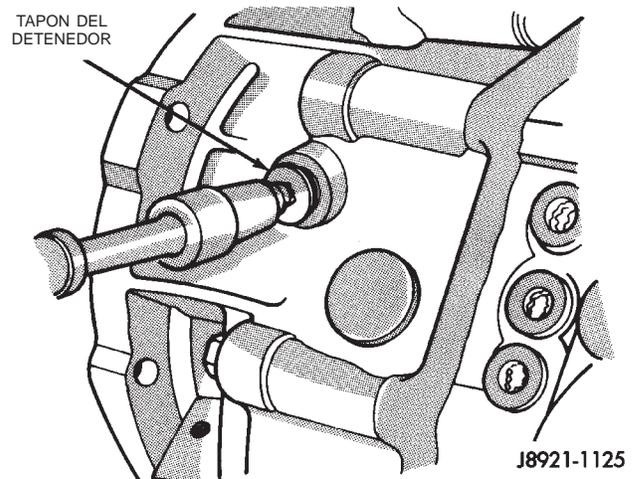

Fig. 20 Desmontaje del tapón de la bola del detenedor
(8) Retire el tapón de la bola del detenedor del cabezal de cambios de marcha atrás (Fig. 20).